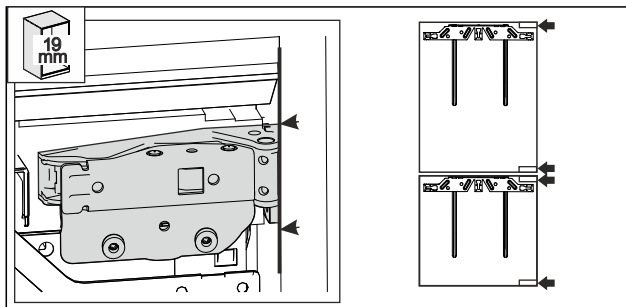

Fig. 58
- 19 mm dicke Möbelseitenwand: die vordere Kante der Scharniere ist eben mit der Vorderseite der Möbelseitenwand ausgerichtet. Fig. 58 ()